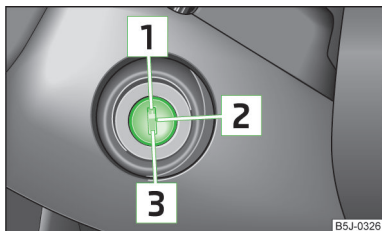

Abb. 87
- Während der Fahrt mit stehendem Motor muss der Zündschlüssel immer in der Stellung 2 » Abb. 87 auf Seite 97 (Zündung eingeschaltet) sein. Diese Stellung wird durch das Aufleuchten von Kontrollleuchten angezeigt. Wenn das nicht der Fall ist, könnte es unerwartet zur Verriegelung der Lenkung kommen - es besteht Unfallgefahr!
Wenn die **Lenkung gesperrt ist** und der Schlüssel sich nicht oder nur schwer in die Position **2** » Abb. 87 drehen lässt, dann ist das Lenkrad etwas hin und her zu bewegen - die Lenkungsverriegelung wird dadurch entriegelt.
- » Das Kupplungspedal ganz durchtreten, die Zündung einschalten **2** » Abb. 87 auf Seite 97 und starten **3** - kein Gas geben. Das Kupplungspedal durchgetreten halten, bis der Motor anspringt.
» **Abb. 87** auf Seite 97.